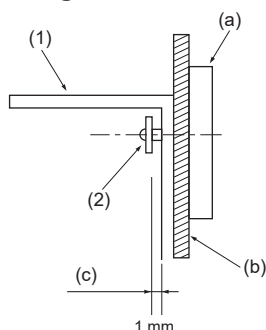

Fig. 3-4
- Först, montera fästet på väggen och spänn sedan skruven så att fästet kan glida upp och ned. (Fig. 3-4)
(1) Vältskyddsfäste
(2) Självborrande skruv